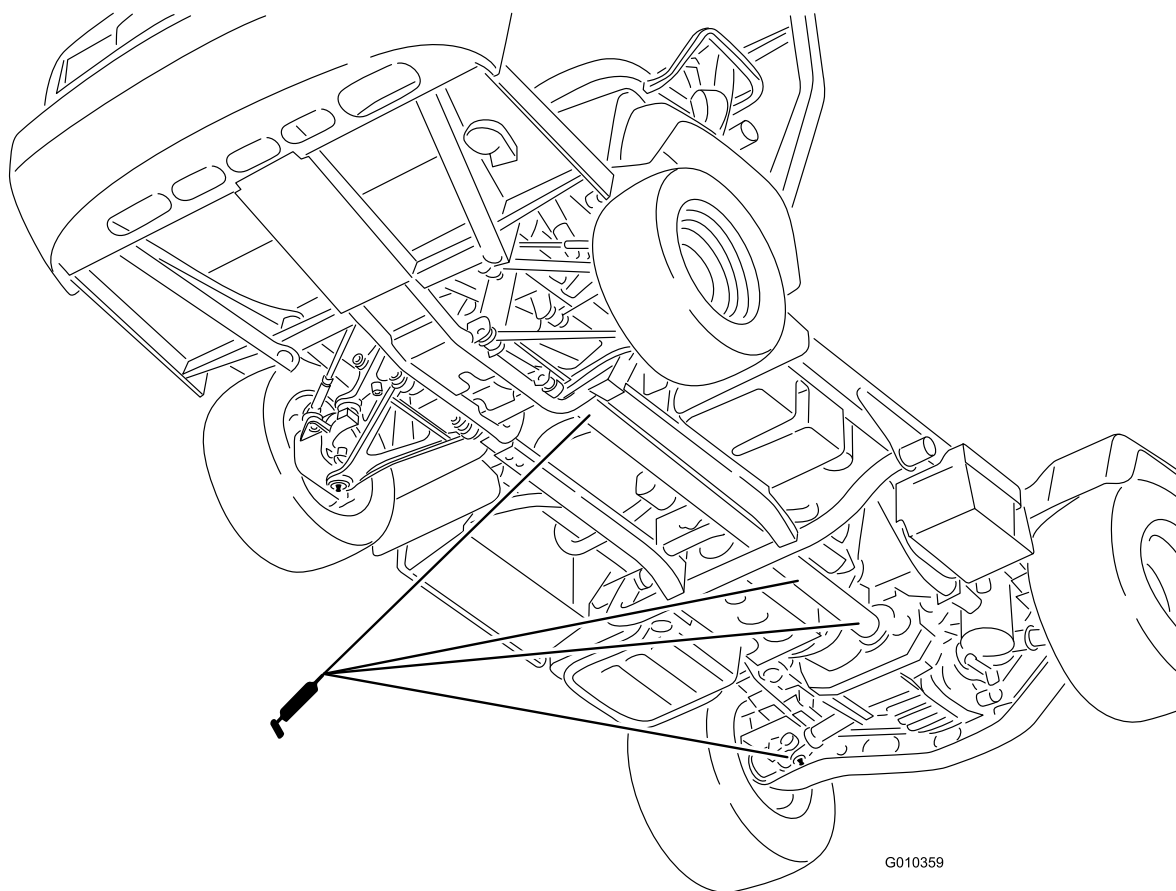

图 31
- 万向节18 个请参阅图 31
- 4 轮驱动轴3 个请参阅图 31